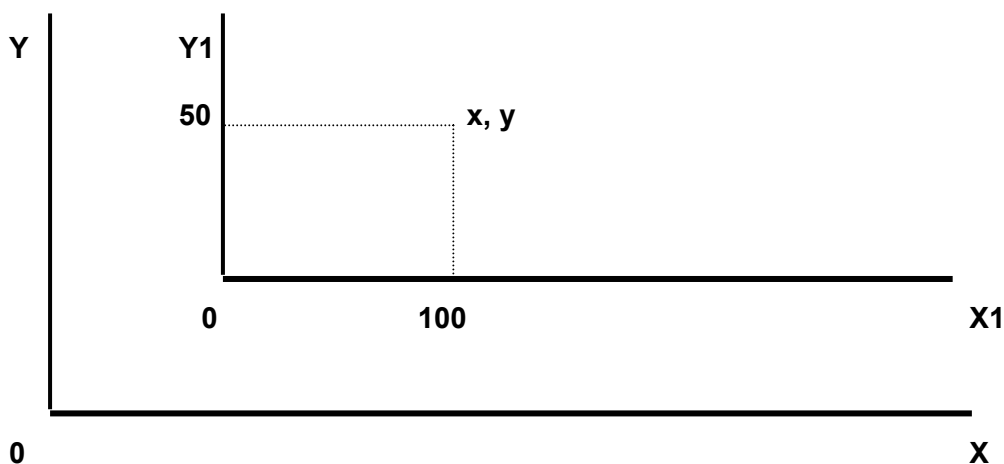

Рис. 28
- значения координат инструмента в новой координатной системе (рис. 28);